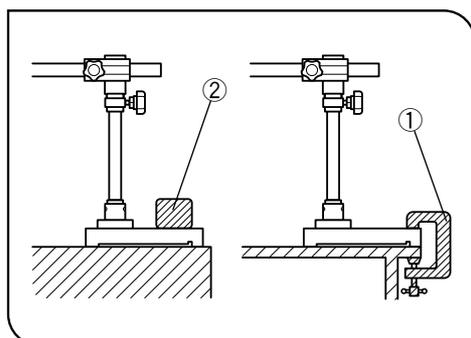

図 3
- 4) 鏡体の前方に広いスペースがとりたい場合は水平アームの向きが後方120°の範囲になり転倒しやすいので、必ずテーブルクランプ①やベース上におもり(3kg以上)②を載せるなどの方法でしっかり固定させてご使用ください。(図3)